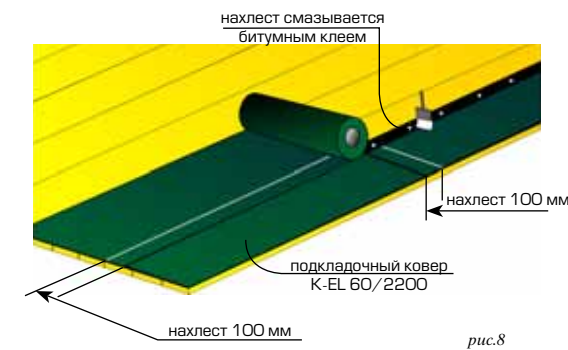
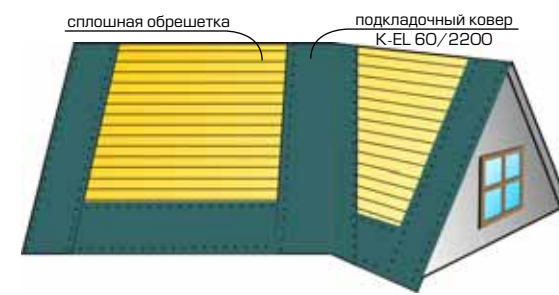

рис.8
рис.9
1. Монтаж подкладочного ковра. Монтаж гонтовой кровли (при ее уклоне от 12° до 18°) начинается укладки подкладочного ковра K-EL 60/2200 (рис. 8). Рулон раскатывается вдоль карниза от торца к торцу, следующий — выше, нахлест 10 см, такой же — на стыке рулонов. Гвоздями крепится верхний край подкладочного ковра. Нахлесты необходимо тщательно проклеить резинобитумным клеем. Если уклон кровли более 18° (рис. 9), то подкладочный ковер укладывается только на самые проблемные места: карнизы, торцы, ендовы, проходки и примыкания. Подкладочный ковер необходим на всю площадь для кровель особо сложных форм.